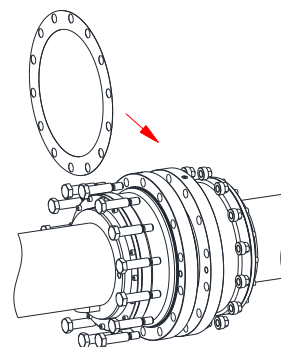

図 39
- ガスケット(部番 5)を挿入し、リーマボルト(部番 3)とナット(部番 4)で 2 つのスリーブを締結して下さい。(締付トルクは表 6 をご参照)(図 39 をご参照)